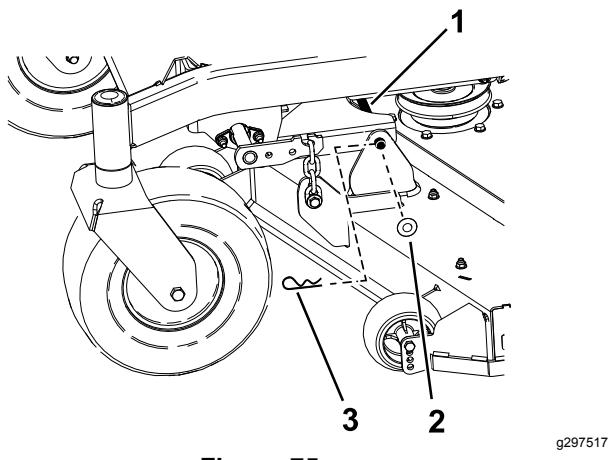

Figura 75
- Rimuovete la coppia e la rondella che fissano il perno d'attacco al telaio e al piatto e rimuovete la barra d'attacco (Figura 75).
9. Fissate il perno d'attacco con le coppiglie e le rondelle rimosse in precedenza (Figura 75).